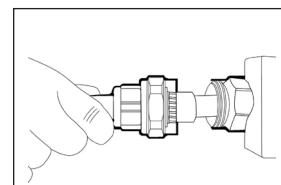

Figure 4a
- Visser le manchon à l'endroit désiré. Quand le composé obturateur est solide (après environ 1 heure), insérer le montage capsulé dans le manchon et fixer en position en resserrant l'écrou d'accouplement rouge au fond (contact métal sur métal) (Figures 4a et 5a).